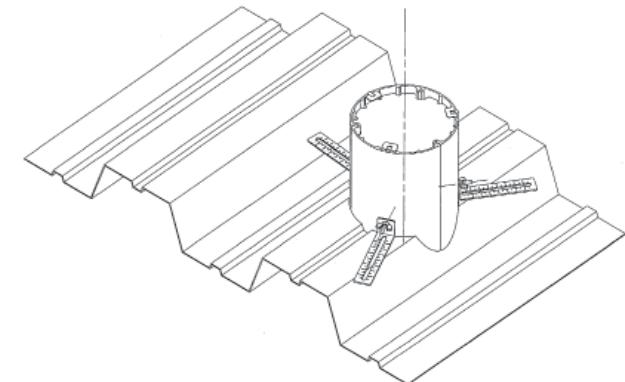

Fig. 4
Assemble brackets (ad) as required as shown in figures 4 and 5. Brackets are marked to assist assembly. Turn hexagonal head screws (ae) horizontally to support the disc (at). Insert discs (at) at top, center and bottom. Bend brackets (af) for center and bottom positions to fit inside the assembled tube segments.
- Install assembly into cut hole, see Fig.4. Check that the assembly is installed plumb to the deck. Attach to deck with sheet metal screws (not supplied).
Assembler les supports (ad) au besoin conformément aux figures 4 et 5. Les supports comportent des repères pour faciliter l'assemblage. Tourner les vis hexagonales (ae) horizontalement pour soutenir le disque (at). Insérer les disques (at) en haut, au centre et en bas. Au centre et en bas, plier les supports (af) afin qu'ils s'adaptent à l'intérieur des sections de tube.
2. Monter l'ensemble dans l'ouverture ainsi ménagée, consulter la Fig. 4. S'assurer que l'ensemble est de niveau avec le plancher. Fixer au plancher avec des vis à tête (non fournies).